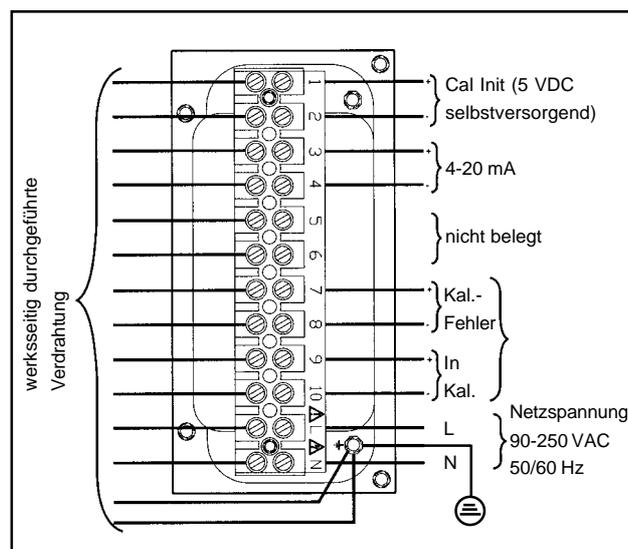

Abbildung II-10 Verdrahtung Oxymitter 4000/SPS 4000
Die nachfolgenden Schritte erklären den Anschluss der Netzspannung, den Anschluss der digitalen Signale sowie des Analogsignals an den Oxymitter 4000. Vergleichen Sie dazu auch Abbildung II-10 auf Seite II-11.
□ **Schritt B.** Streifen Sie nun eine $1/2$ " NPT-Verschraubung über das Netzkabel und führen Sie dieses durch einen der dafür vorgesehenen Eingänge auf der Unterseite des Gehäuses der SPS 4000. Der Anschluss erfolgt dann in Übereinstimmung mit Abbildung II-10 auf Seite II-11. Die SPS 4000 verfügt über ein Universalnetzteil für Eingangsspannungen zwischen 90 und 250 VAC 50/60 Hz. Er ist daher nicht notwendig, die jeweilige Netzspannung zu konfigurieren. Das Kabel für den Netzleiter (L1) an den Kontakt L, das Kabel für den Nulleiter (L2) an den Kontakt N sowie auch die Erde am dafür vorgesehenen Anschluss befestigen. Sehen Sie dazu bitte die Abbildung II-10. Die Installation der Netzspannung muss entsprechend den örtlichen Sicherheits- und Installationsvorschriften erfolgen.
Gehäuses der SPS 4000. Der Anschluss erfolgt dann in Übereinstimmung mit Abbildung II-10 auf Seite II-11.